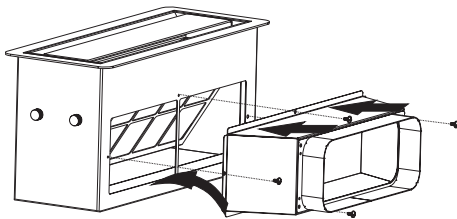

Abb. 38
1. ➔ Montieren Sie das Anpassungsstück des Metall-Luftauszugs mit den 4 Montageschrauben durch (Abb. 38).